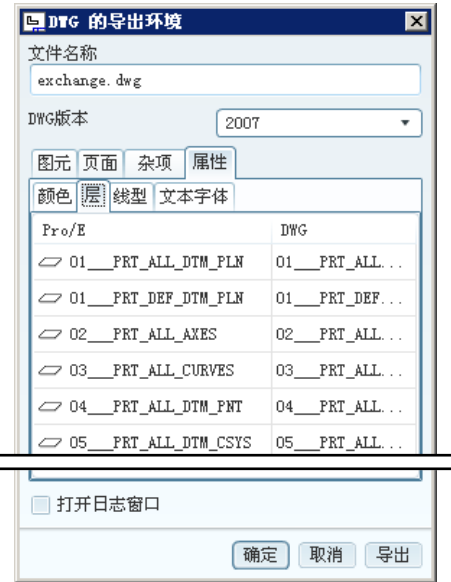

图 9.5.12 “层”选项卡
② 在图 9.5.12 所示的 **层** 子选项卡中, 系统已列出了“Pro/E”的“层”在“DWG”文件中对应“图层”的名称, 默认情况下二者所使用的名称相同, 本例中不做修改。